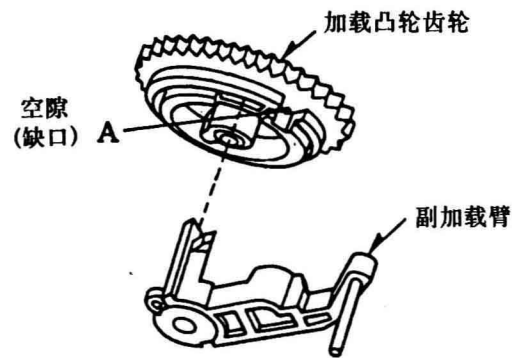
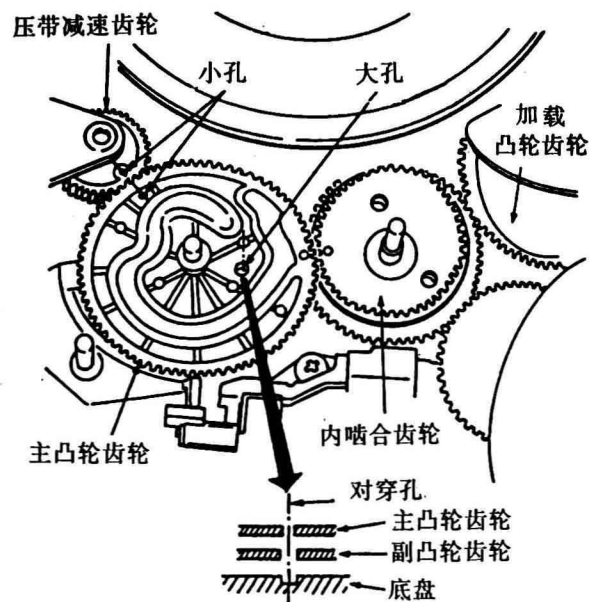

图68
图69
- 步骤: ①安装加载凸轮齿轮时, 须使缺口(A)与副加载臂的底部相吻合, 如图68所示;
②安装从动齿轮到内啮合齿轮上时, 须使从动齿轮上的小孔与主凸轮齿轮上的孔精确地对准;
③同时, 从动齿轮上的孔也要精确地与内啮合齿轮上的孔对准;
④同时, 从动齿轮上的另一个孔与加载凸轮齿轮的孔也要精确地对准, 如图69所示。